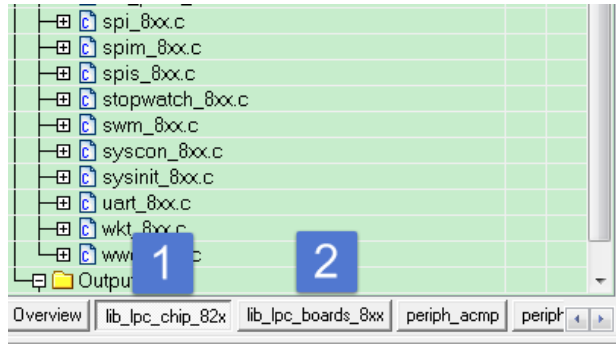

图 8
- Build lib\_lpc\_boards\_8xx (图 8) ;